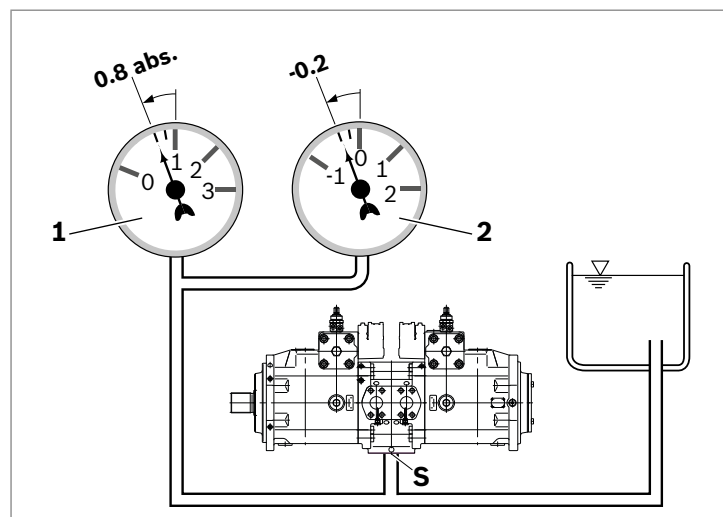

Abb. 8: Saugdruck
- Stellen Sie sicher, dass für die Axialkolbenpumpe in allen Einbaupositionen und Einbaulagen im Betrieb ein minimaler Saugdruck von 0.8 bar absolut (ohne Ladepumpe) bzw. 0.6 bar absolut (mit Ladepumpe) am Anschluss **S** vorliegt, siehe Abb. 8. Weitere Druckwerte siehe .